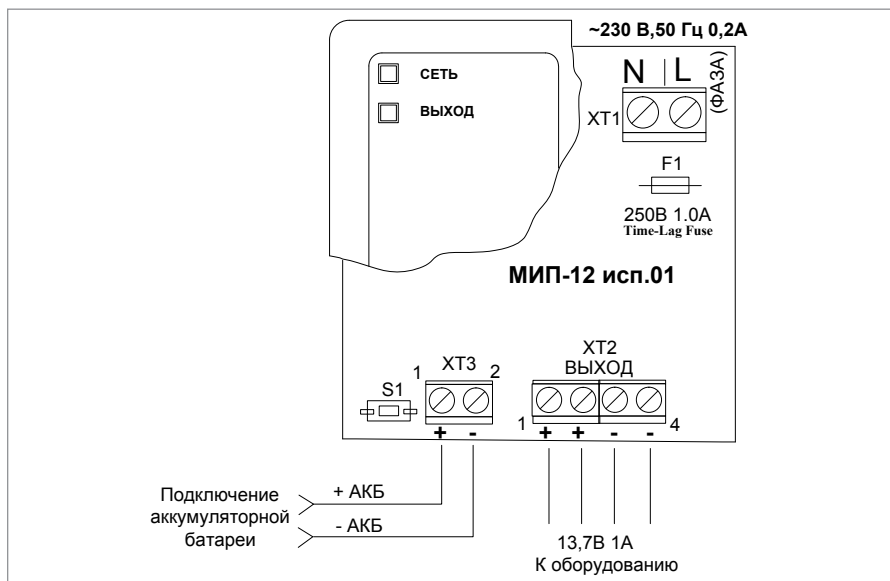

Рисунок 12. Схема подключения «МИП-12 исп.01», «МИП-12 исп.02»
- 1.5. Проверить правильность произведённого монтажа в соответствии со схемой подключения МИП-12 исп.01, МИП-12 исп.02 (Рисунок 12).